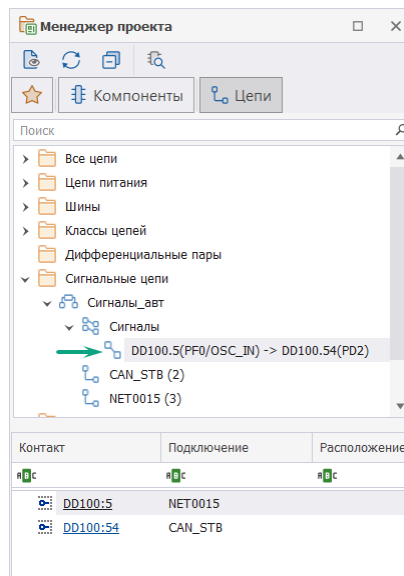

Рис. 144 Отображение сигнала в панели «Менеджер проекта»
- В результате в панели «Менеджер проекта» → «Сигнальные цепи» → «Сигналы\_авт» → «Сигналы» отображается автоматически созданный сигнал «DD100.5(PF0/OSC\_IN) → DD100.54(PD2)», см. Рис. 144.